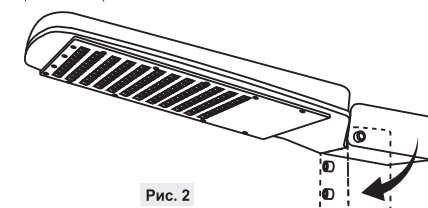

Рис. 2
- Установите необходимый угол крепления и затяните винты (Рис.2).